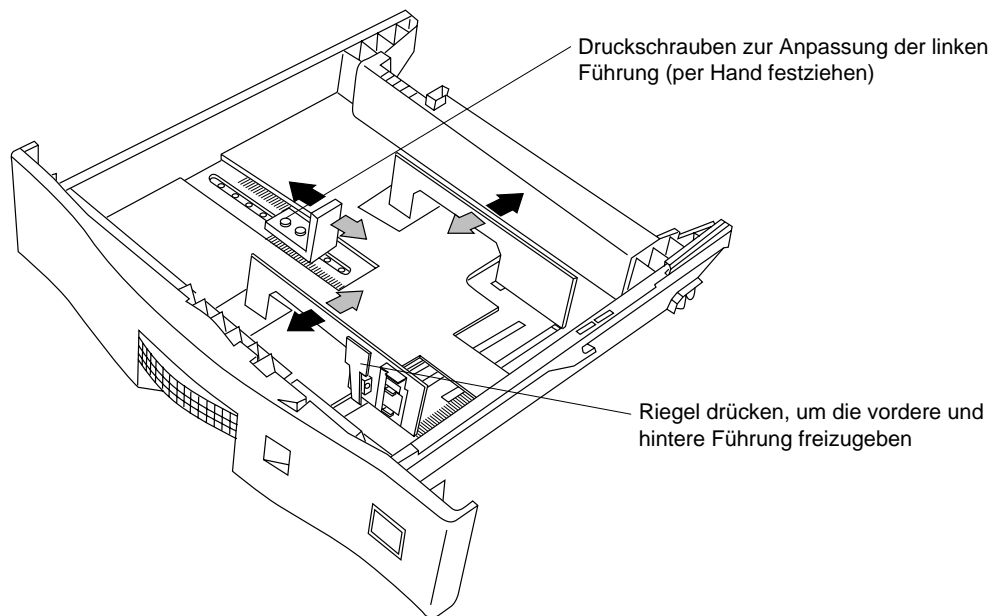

Abbildung 3-12 Anpassen der Führungen des zusätzlichen Papierfachs
1. Passen Sie die Führungen an das Format des verwendeten Papiers an. Abbildung 3-12 zeigt die Ausrichtung der Führungen zur Anpassung.